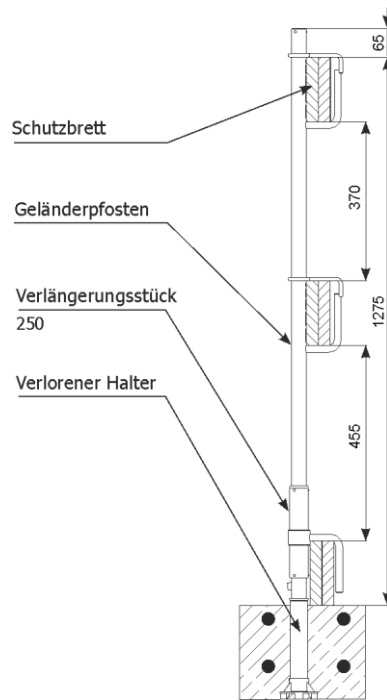

Abb. 52 Montage des Systems beim Einsatz von verlorenen Haltern
2.10 Montage des verlorenen Halters (Abb. 52)